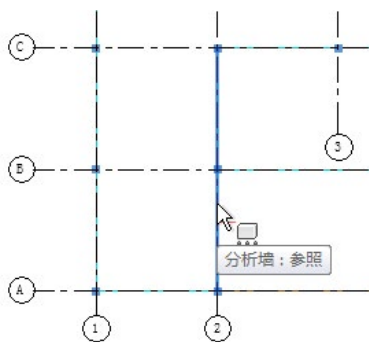

图 14-6 拾取边
- (5) 拾取梁、柱或拾取墙、楼板、基础的边, 如图 14-6 所示。以创建线边界条件, 如图 14-7 所示。